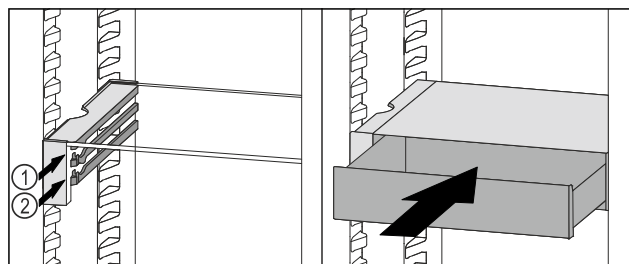

Fig. 174
- Placer le tiroir VarioSafe derrière les butées sur la nervure désirée Fig. 174 (1) ou Fig. 174 (2).